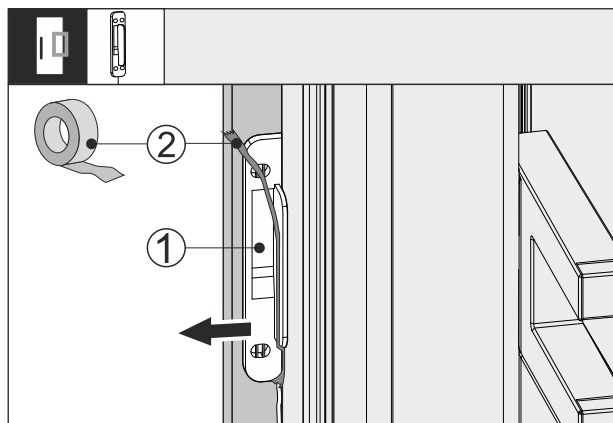

Fig. 64
- Retirer le ruban adhésif Fig. 64 (2) du capteur de frappe Fig. 64 (1).